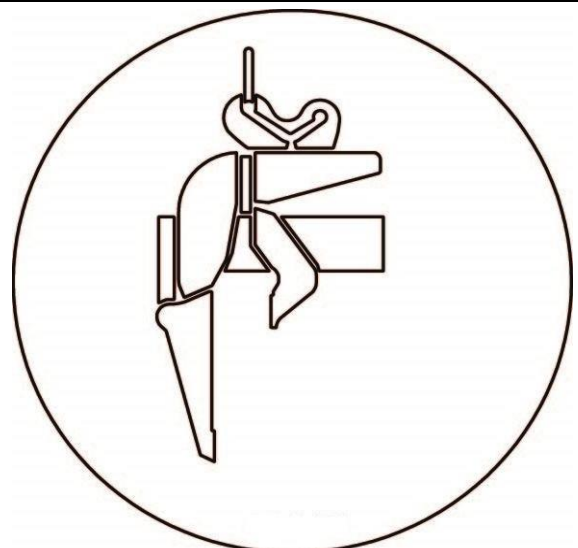

Bild B1 (Position Leerhub)
- Danach das geöffnete (arretierte) Gerät (WEZ) mit dem *verschiebbaren Greifbacken* (9) am *Querholm mit Verstelllöcher* (10) die kleinstmögliche Greifweite einstellen.
- Hierzu *Klappstecker* (A) öffnen und dann *Steckbolzen* (B) entnehmen und nach erfolgter Greifbereichseinstellung wieder einstecken u. mit *Klappstecker* (A) sichern. → **siehe Bild A**
- Vor dem Anheben des bloßen Gerätes (WEZ ohne Greifgut) ist darauf zu achten, dass die *Wechselautomatik* (4) eingerastet ist und das Gerät somit geöffnet bleibt.
WICHTIG: die Einhängeöse (1) muss sich in der *hinteren* Position (siehe Bild B1 „Leerhub“) der Aufhängelasche (2) befinden. → **Bild B/Bild B1**